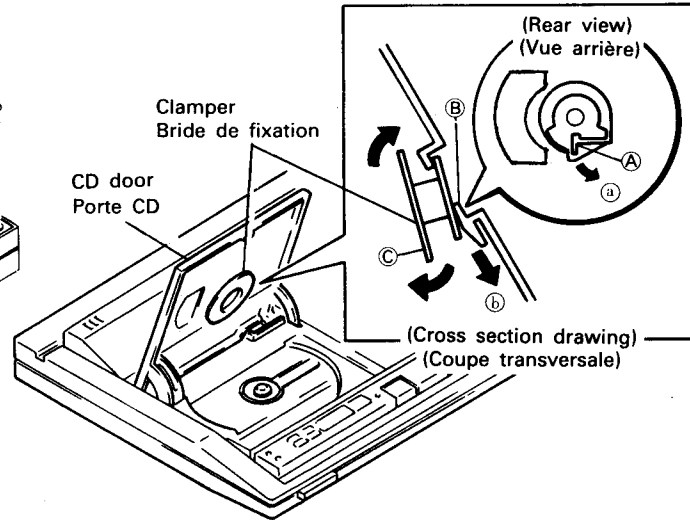

Fig. 4
4. Bride de fixation (Fig. 4) (Pour ne pas casser la pince ① de la porte CD.)